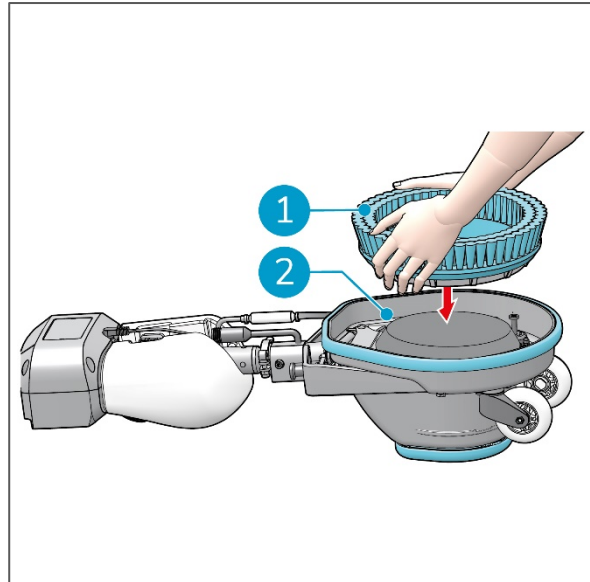

Figura 16
2. Appoggiare i-scrub sul lato posteriore con il manico sul pavimento (Figura 16).
3. Con le setole puntate lontano dall'unità, premere la spazzola (Figura 16, pos 1) saldamente sulla vaschetta (Figura 16, pos 2).